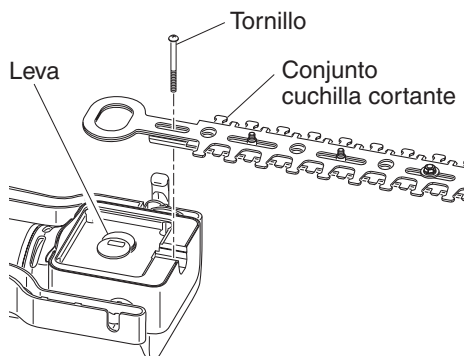

Figura 19 - Retiro del conjunto cuchilla cortante
5. Retire el tornillo que sujeta el conjunto cuchilla cortante (vea la Figura 19).